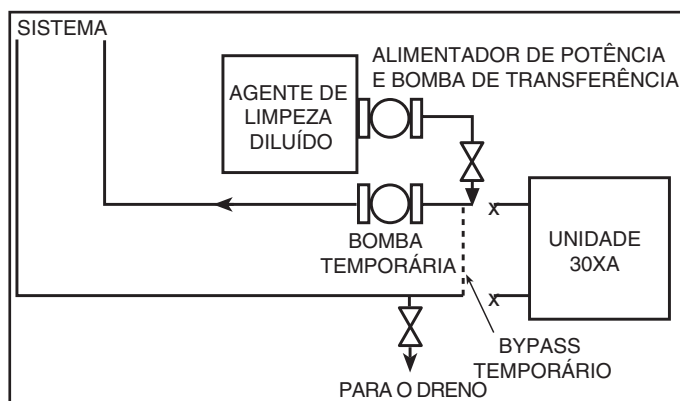

Fig. 22 - Configuração Típica para o Processo de Limpeza
1. Instale uma derivação (bypass) temporária em torno do chiller para evitar a circulação de água suja e partículas dentro do pacote de bomba e chiller durante a descarga. Utilize uma bomba de circulação temporária durante o processo de limpeza. Além disso, certifique-se que existe a capacidade de completar a drenagem do sistema após a limpeza. Veja a Fig. 22.